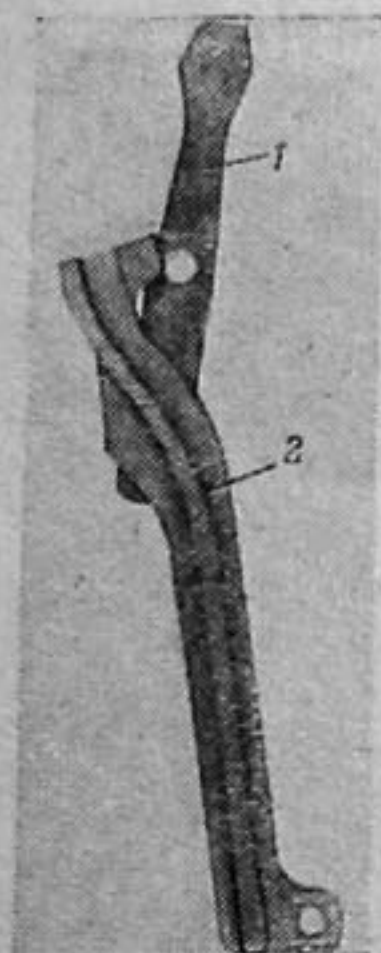

Рис. 21. Рычаг левой подачи с предохранительным рычагом:
1. Взять подающий рычаг левой подачи и соединить его с передаточным рычагом, как показано на рис. 21.